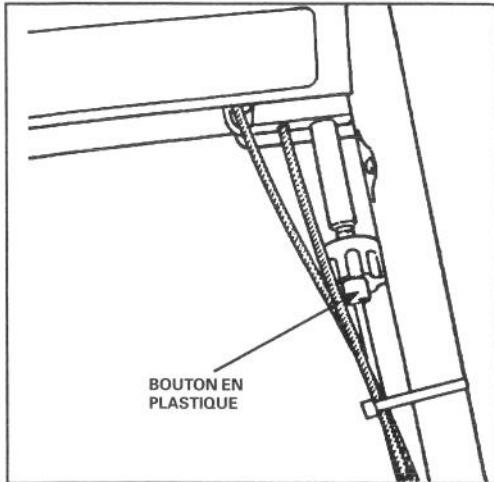

Figure 17
3. Pour régler le câble du dispositif d'entraînement des roues, tourner le bouton situé au-dessous de la partie inférieure gauche du panneau de commande (Fig. 17). Tourner le bouton vers la droite (+) pour augmenter la distance entre la barre de commande et le guidon et vers la gauche (-) pour réduire cette distance.